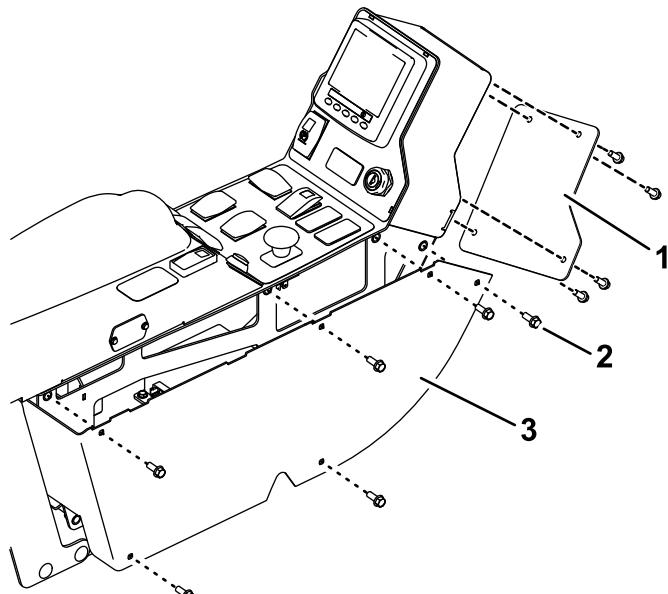

図 3
- サイドパネルからボルト本を外してパネルをコンソールから外す図3。
- 後部パネルからボルト4本を外して後部パネルをコンソールから外す図3。
- 先ほど外したボルトを使って、コンソールに後部パネルとサイドパネルを取り付ける図 3。